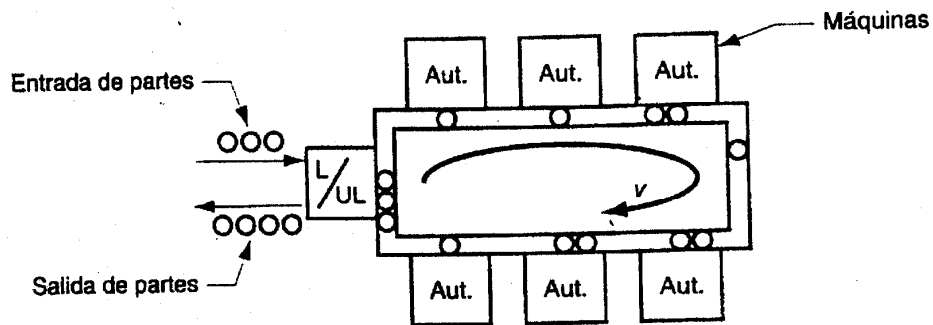

Figura 2.6. Distribución de planta de un FMS en ciclo.
b) En Ciclo.- Consiste en un transportador o ciclo con estaciones de trabajo ubicadas a su alrededor. Esta configuración, que se muestra en la figura 2.6, permite que la familia de partes tenga diferentes secuencias de maquinado, ya que se puede acceder a cualquier máquina desde cualquier otra.